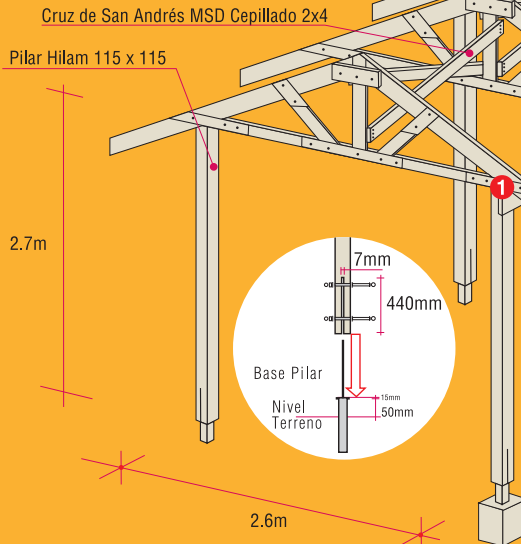

Figura 1
4. Preparar los pilares Hilam según Figura 1, lijar y barnizar las piezas Hilam según instrucciones de barnizado*.
5. Preparar las piezas MSD Estructural para configuración de cercha, según Figura 1, lijar y barnizar las piezas de maderas por todos los lados.